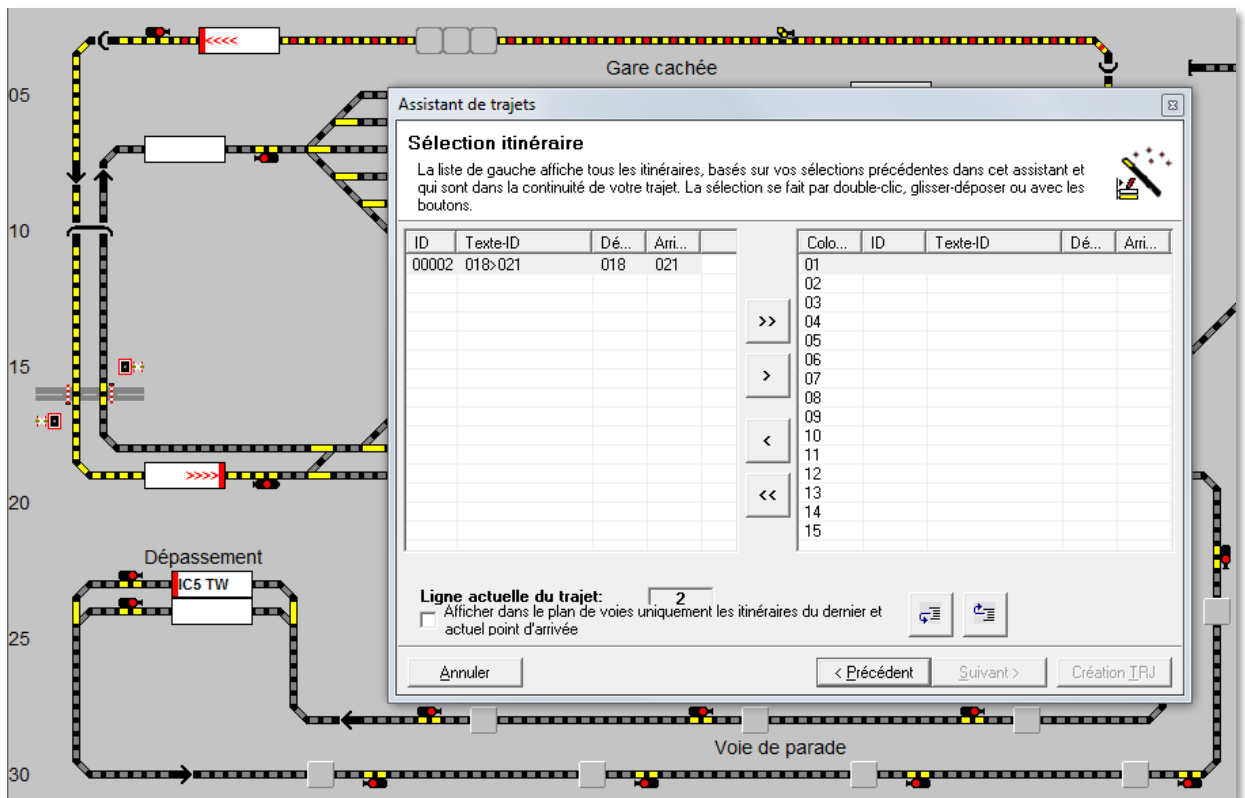

Fig. 7.4 Le deuxième itinéraire du trajet peut être ajouté
Le trajet peut maintenant se poursuivre à partir du point d'arrivée (018) du premier itinéraire saisi. A nouveau, l'assistant de trajets vous présente une liste d'itinéraires possibles et vous pouvez transférer ceux-ci dans la liste de droite à l'aide de la touche fléchée (voir la Fig. 7.4).